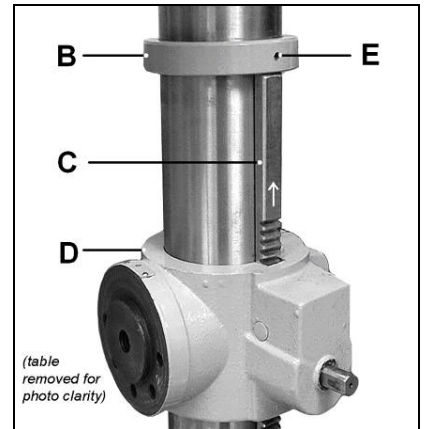

Fig 2
Entfernen Sie den Stelling (B, Fig 2) und die Zahnstange (C) von der Säule.